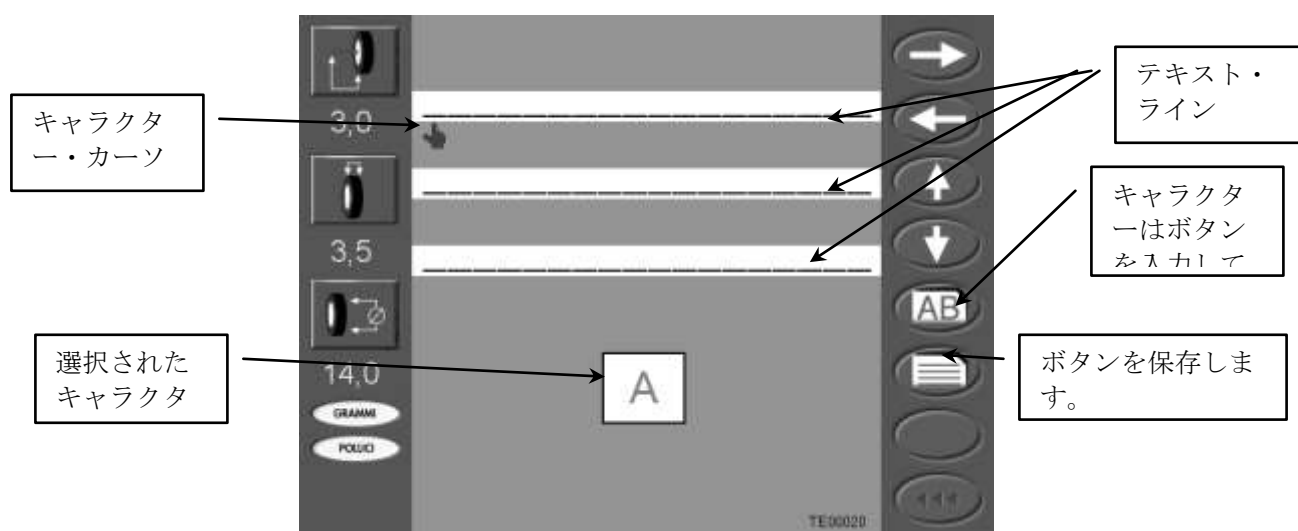

図 21-2 印刷出力テキストを修正するためのメニュー
1. 関数ページ(**Functions Page**)を見つけて、ボタン[6]を押してください。印刷されたテキストの修正形用のメニューは、図 21-2 の中で示されたとともに、スクリーンに現われます。